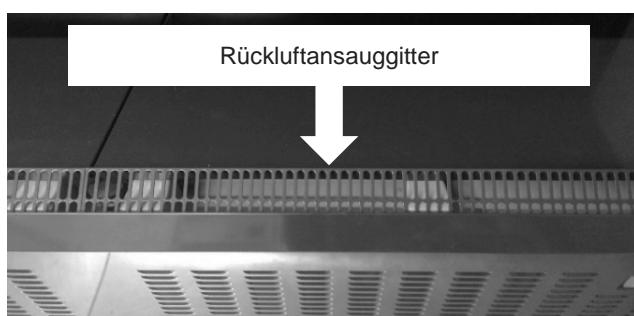

Abb.7: Rückluftansauggitter (Symboldarstellung)
- Beladung ist nur bis zur Begrenzung der Rückluftansauggitter erlaubt (siehe → Abb.7).